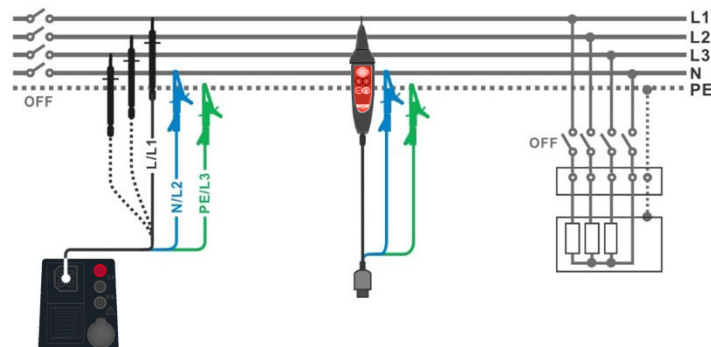

Abbildung 4.11: Anschluss der 3-Leiter-Prüfleitung und der optionalen Commander-Prüfspitze (044155)
- › Schließen Sie die Prüfleitungen am Prüfobjekt an (siehe **Abbildung 4.11**). Die 3-Leiter-Prüfleitung, der Commander-Prüfstecker und die optionale Commander-Prüfspitze (044155) können verwendet werden.